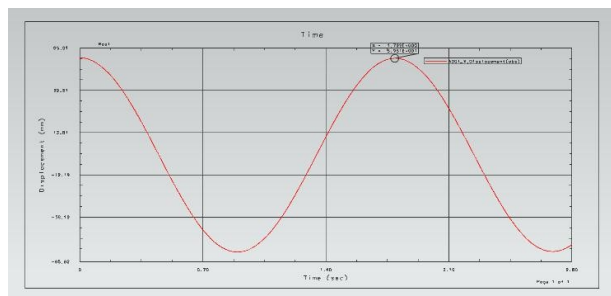

рис.58
- Представьте, что вам нужно точно определить значение измеряемой величины в конкретной точке графика на рис.58. Вызовите вторую слева пиктограмму на рис.54, а в ней команду **Режим измерения** (рис.55).